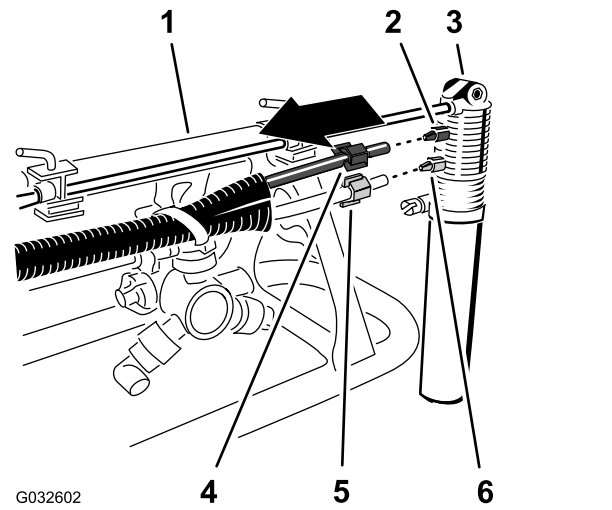

Figura 11
3. Afloje la tuerca de compresión que sujeta el tubo transparente (aire) al acoplamiento de compresión blanco de la boquilla del marcador de espuma (Figura 11).
5. Retire las tuercas de compresión de los extremos de los tubos (Figura 11).
2. En el marcador de espuma, afloje la tuerca de compresión que sujeta el tubo azul (agua) al acoplamiento de compresión azul de la boquilla del marcador de espuma (Figura 11).